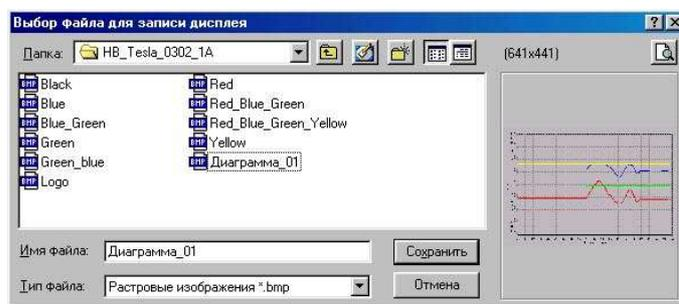

Рис. 5. Окно выбора файла для сохранения изображения на дисплее.
- кнопка «Сохранить» выполняет сохранение изображения на дисплее в выбранном пользователем графическом файле. Окно выбора файла для сохранения дисплея приведено на рис.5.